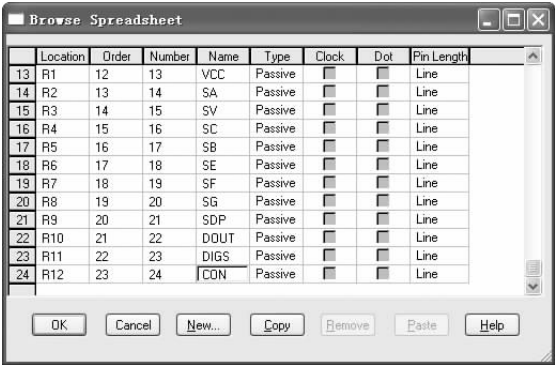
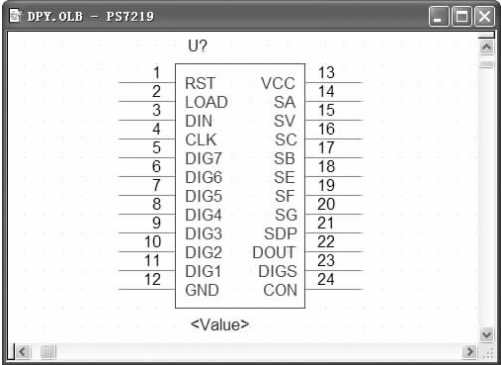

图 6-230 设置引脚属性
图 6-231 编辑引脚
15) 编辑引脚属性。框选所有引脚，在弹出的对话框中设置其属性，如图6-230所示，最后得到图6-231所示的元件符号图。